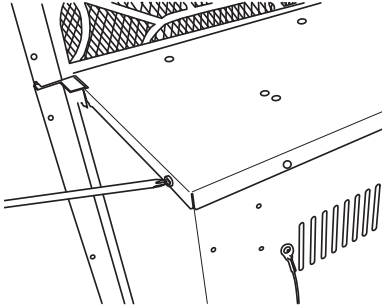

Figura 1 - Retire chimenea cubierta superior
1. Desatornille y retire la tapa superior de la chimenea (consulte la Figura 1).
21. Sustituya la cubierta superior (consulte la figura 1, página 21).